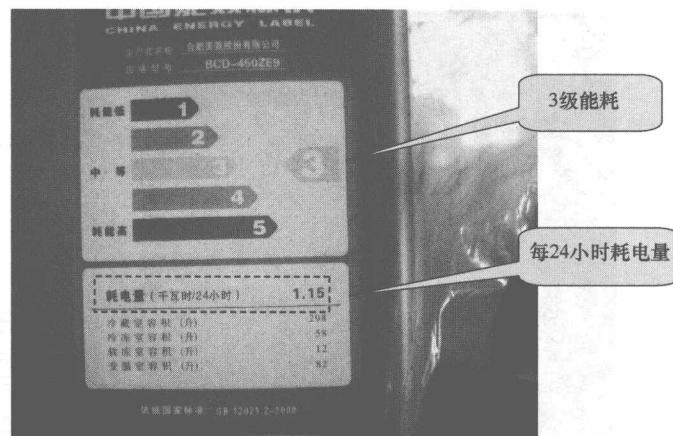

图 1-9 电冰箱的能耗标识
② 节能标识。冰箱的能效等级是根据一台冰箱 24h 的耗电量来确定的，因此，消费者能通过节能标识一眼就能看出冰箱耗电量的多少。不过，正因为有这种直接的观感，使得消费者忽视了冰箱的冷冻能力，如图 1-9 所示。